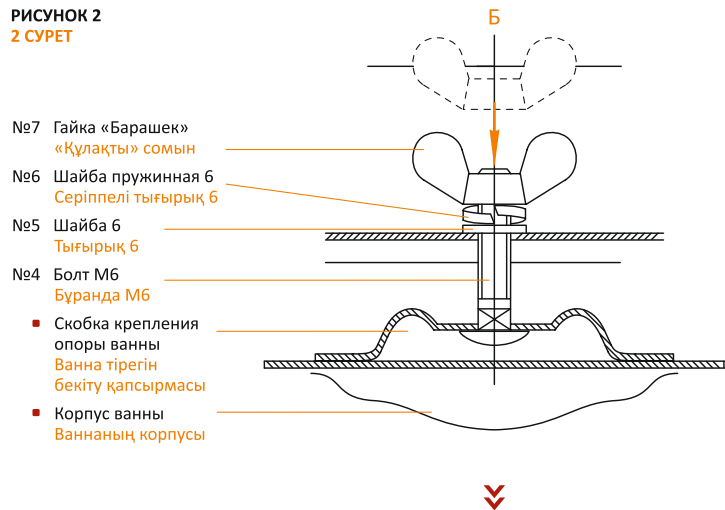

РИСУНОК 3
6. Установите на болт М6х30...40 шайбу 6, шайбу пружинную 6 и гайку-«барашек». Гайку-«барашек» заворачивайте «от руки», без применения дополнительного инструмента, во избежание повреждения эмалевого покрытия в месте приварки скобы крепления к ванне. После соприкосновения гайки-«барашка» с пружинной шайбой, гайку-«барашек» поверните еще не более чем на полтора оборота (360°х1,5) (см. рис. 3).